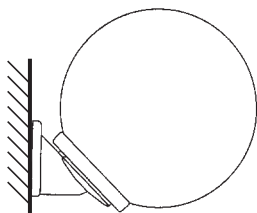

fig. 3
N.B.: Per applicazione come da fig. 3 (o ambienti con temperatura superiore a 35°C) si consiglia 75W max E27 - Art. 1010-30.
NOTA: Para la aplicación como en la fig. 3 (o ambientes con temperatura superior a los 35°C) se aconseja 75W máx. E27 - Art. 1010-30.